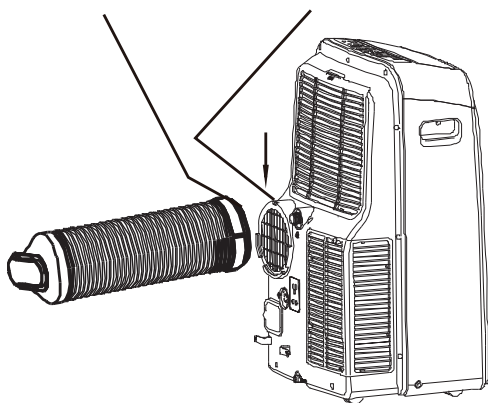

Fig.17
2. langs de Reset de haak van de uitlaat slang in het gat zetel van de luchtuitlaat en glijd de Uitlaatslang richting van de pijl (zie Fig.17) voor de installatie